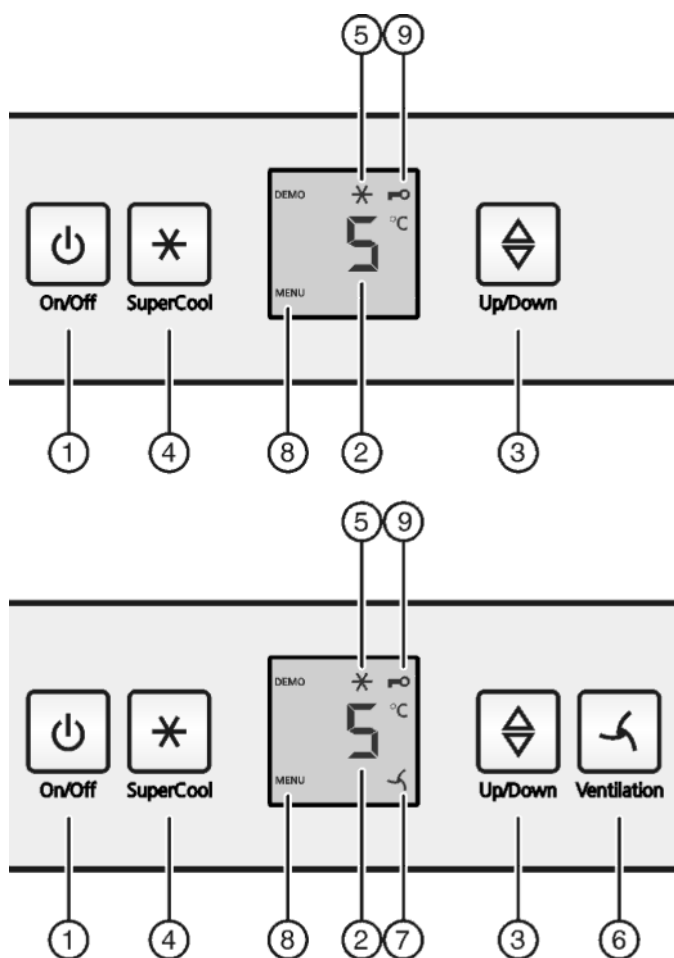

Fig. 2
- ▶ Натиснете бутона On/Off Fig. 2 (1).
- ▶ Натиснете бутона SuperCool Fig. 2 (4) за ок. 5 секунди.
- ▷ На индикатора се показва символът Меню Fig. 2 (8)
- ▶ Потвърдете чрез кратко натискане на бутона SuperCool Fig. 2 (4).
- ▷ Символът Защита от деца Fig. 2 (9) светва на индикатора.
- ▶ Натиснете за кратко бутона On/Off Fig. 2 (1).
- ▶ Извикване на температурната функция: Натиснете бутона за настройка Fig. 2 (3).
- ▶ Промяна на температурата на стъпки 1 °C : Натискайте бутона за настройка Fig. 2 (3) дотогава, докато на температурния индикатор не светне желаната температура.
- ▶ Натиснете за кратко бутона SuperCool Fig. 2 (4).
- ▷ Символът SuperCool Fig. 2 (5) светва на индикатора.
- ▷ Символът SuperCool Fig. 2 (5) угасва на индикатора.
- ▶ Натиснете за кратко бутона Вентилация Fig. 2 (6).
- ▷ Символът Вентилация Fig. 2 (7) светва.
- ▷ Символът Вентилация Fig. 2 (7) угасва.